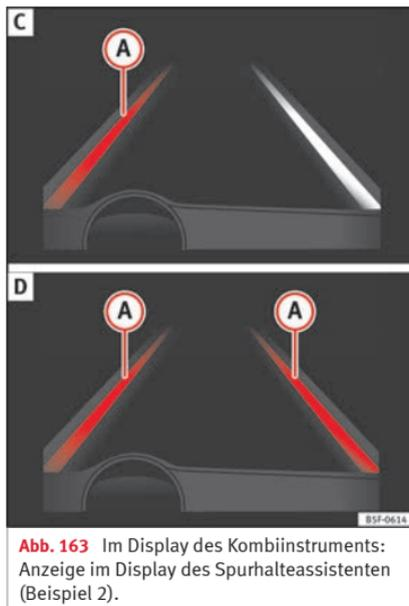

Abb. 163 Im Display des Kombiinstrumentes: Anzeige im Display des Spurhalteassistenten (Beispiel 2).
- System arbeitet; die hervorgehobene Linie (A) zeigt an, dass die Gefahr einer unabsichtlichen Überschreitung der Begrenzungslinie bestand. Das System korrigiert über die Lenkung die Fahrtrichtung » **Abb. 163 C**.
- Die beiden hervorgehobenen Linien (A) leuchten gleichzeitig auf, wenn beide Begrenzungslinien erkannt sind und die Funktion für zentrale Spurführung » **Abb. 163 D** eingeschaltet ist.